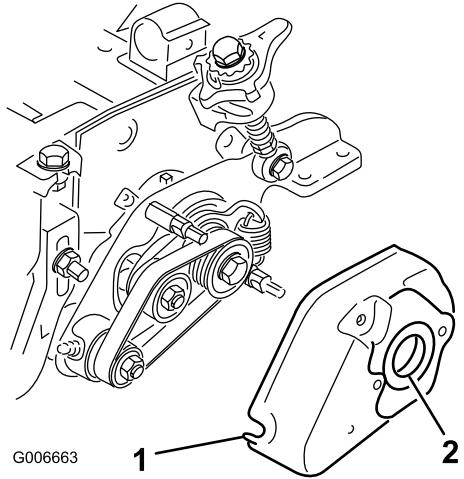

Figura 29
35. Montate il carter dell'elemento grooming e fissatelo con due dadi flangiati da 5/16 poll. (Figura 29).
36. Spalmate un velo di grasso all'interno del gommino nel cavo di comando (Figura 29).